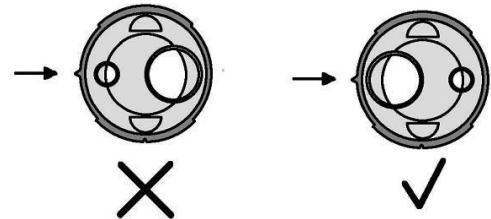

Fig. 2
2. Kontroller at den trekantede tappen på mutter av applikatoren er plassert rett over den større porten (fig 2). Hvis ikke, hold skaftet på applikatorspissen og roter mutteren slik at tappen er plassert over den større porten.